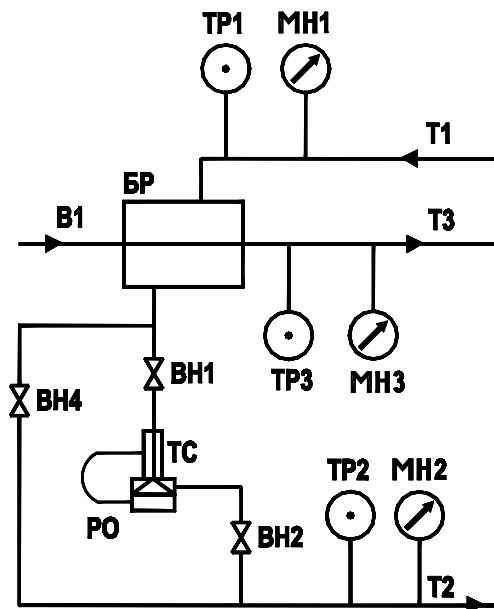

Рисунок 4
5.7.2. Рисунок 4 Установка регулятора в системе закрытого водоснабжения. Применен регулятор РТВЖ Исп.1. С увеличением температуры отработавшего теплоносителя уменьшается расход теплоносителя – горячей воды. Температура ГВС остается постоянной.